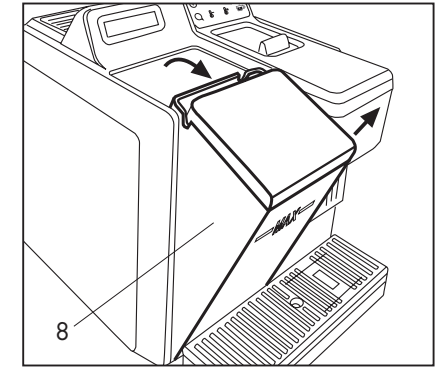

Abb. 1
- Um den Behälter zu entfernen, drücken Sie leicht auf die Oberseite und kippen Sie ihn nach außen. Nehmen Sie dann den Behälter nach oben heraus (**Abb. 1**)